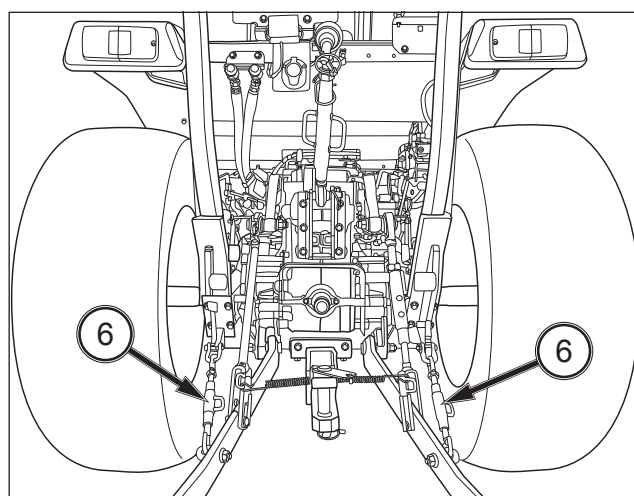

FIG. 82
FIG. 82 : il faut limiter le mouvement latéral de certains équipements. La chaîne de maintien (6) de chaque bras inférieur doit être réglée de manière uniforme pour réduire le jeu latéral jusqu'à un seuil acceptable. Évitez cependant d'éliminer complètement le jeu latéral sous peine d'endommager le bras inférieur.